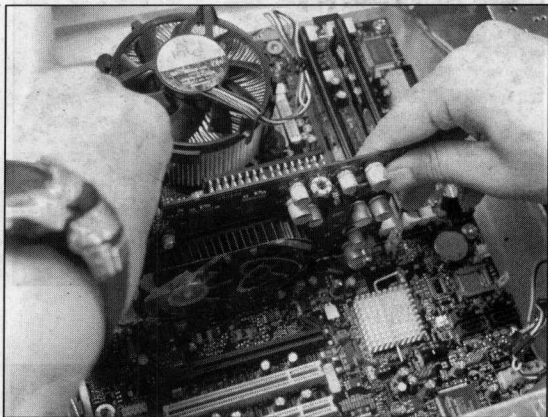

图 1-16 垂直插入显卡
- ③ 将显卡垂直插入 PCI-E 插槽中，并用螺丝固定，如图 1-16 所示。